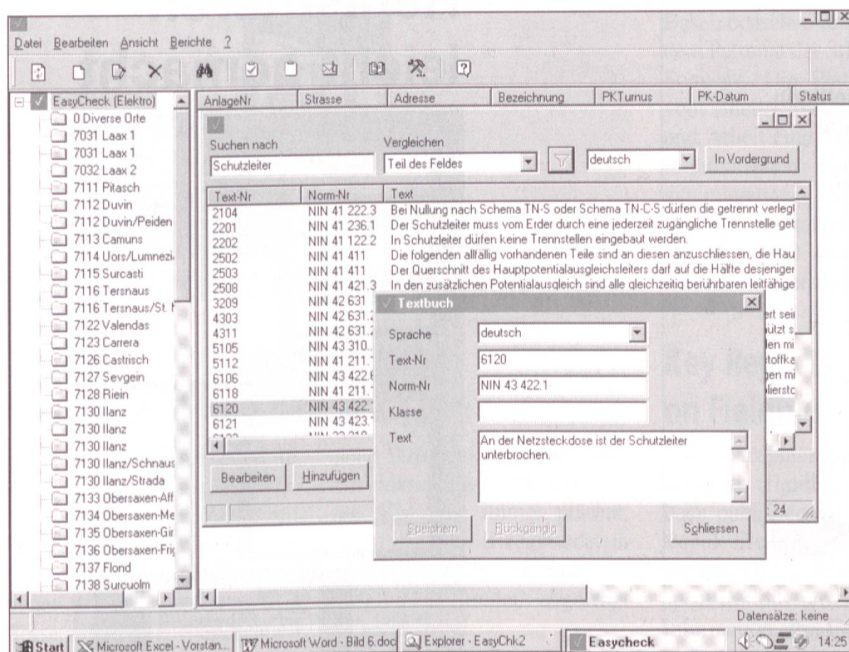

Bild 3 Die Textbuchfunktion für das Schreiben des Kontrollberichts
- **Textbuch.** Dies sind die Textbausteine mit dem Bezug auf die NIN für das Schreiben des Kontrollberichtes (Bild 3). Sie werden vom SEV an den neusten Verordnungen und Normen aktualisiert und erweitert.